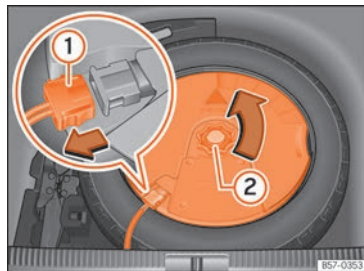

Fig. 255 Na bagageira: desmontar o subwoofer.
- Desligue o cabo do altifalante *subwoofer* »» Fig. 255 ①.
- Rode a rodinha de fixação no sentido contrário ao dos ponteiros do relógio »» Fig. 255 ②.